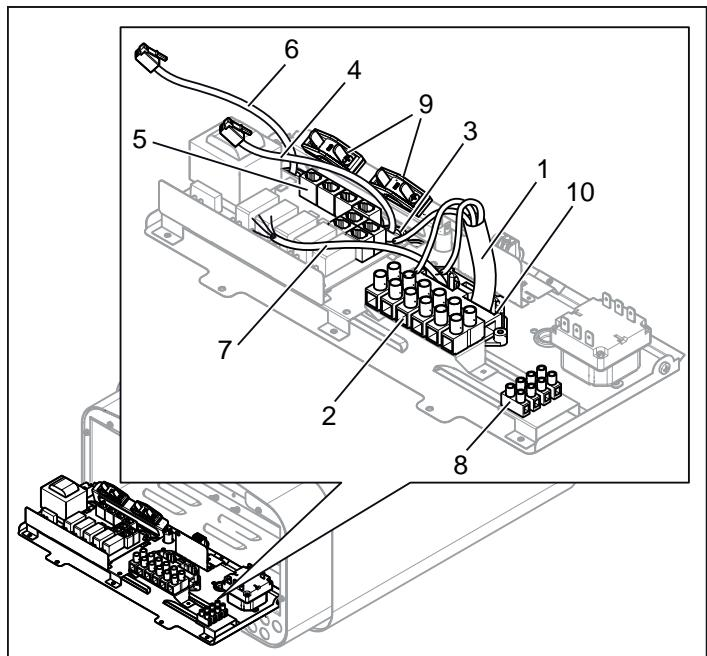
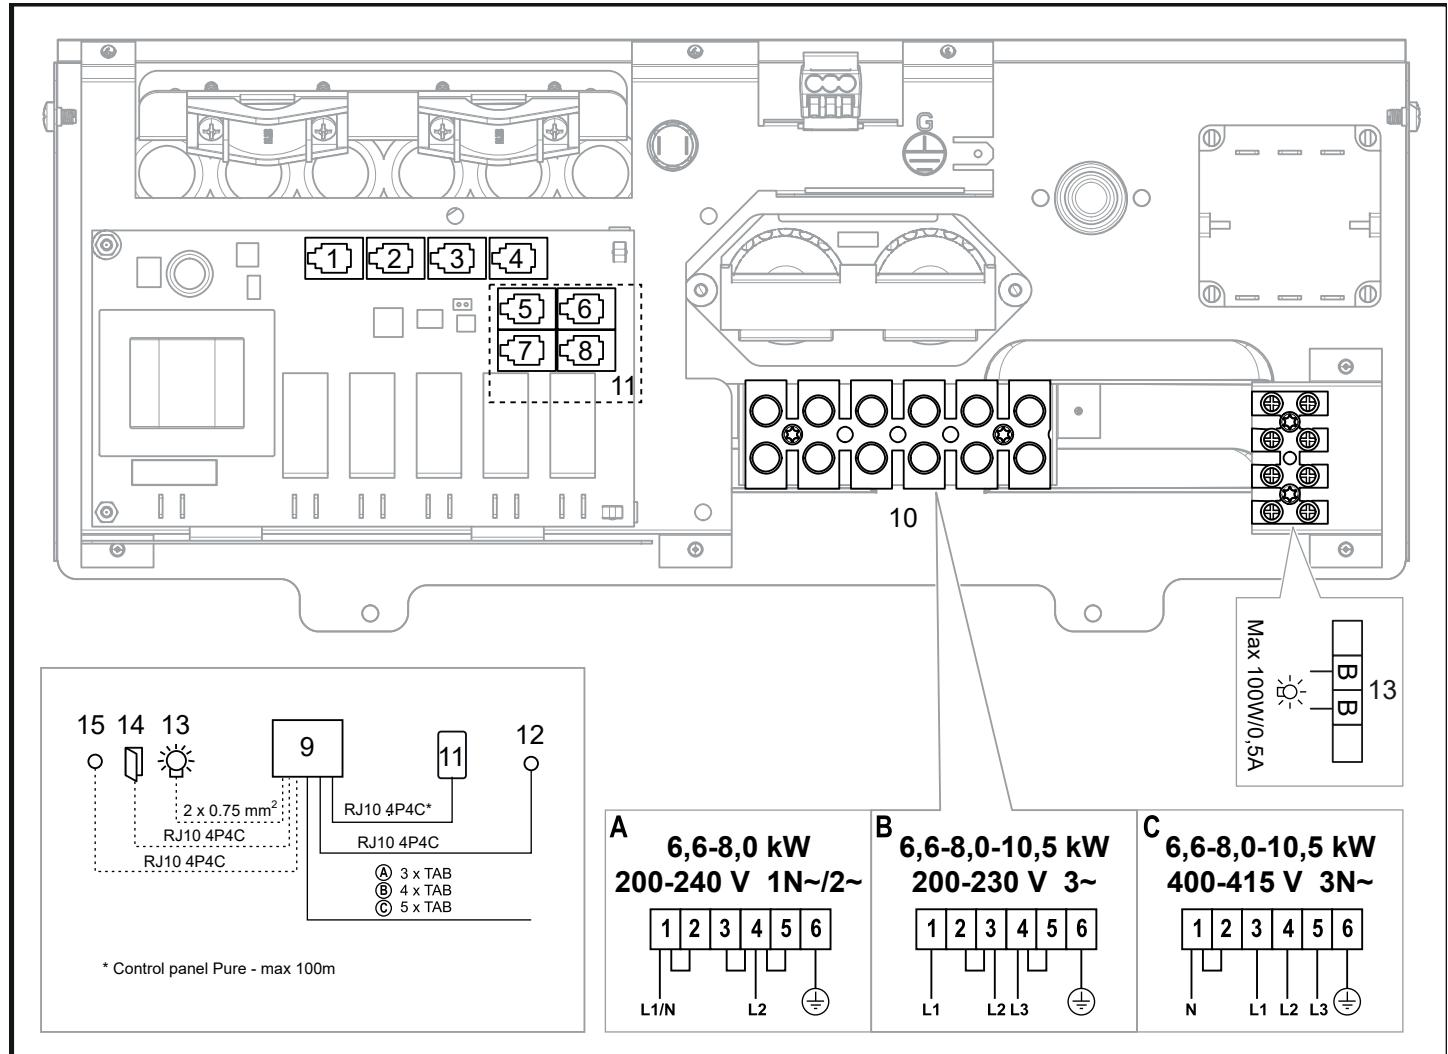

Fig. 9 : Carte électronique
Fig. 17 : Schéma de raccordement
3. Raccorder le câble électrique (1) au rack (2) (voir la figure 9) selon schéma de raccordement (voir la section Schéma de raccordement/branchement, page 23).
4. Acheminer les câbles du panneau de commande et du capteur de température à travers les passages de câble (3). Raccorder le câble du panneau de commande (4) à l'un des quatre connecteurs RS485 (positions 5 à 8) (5) (voir la figure 9) selon le schéma de raccordement (voir la section Schéma de raccordement/branchement).
5. Raccorder le câble du capteur (6) au contact NTC sur la carte électronique (position 1) (5) (voir la section Schéma de raccordement/branchement, page 23) selon le schéma de raccordement (voir la section Schéma de raccordement/branchement, page 23).
6. Raccorder le cas échéant le câble de l'éclairage (7), voir la figure 9, au rack (8) selon le schéma de raccordement, figure 17, page 23.
Pour le raccordement à des tensions ou un nombre de phases ne figurant pas sur le schéma de raccordement, figure 17, contacter le service client Tylö.